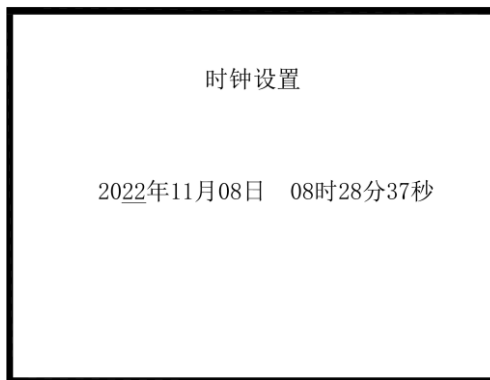

图 5-6
5.9 时钟设置 按“菜单”键，按“4”键→请输入密码 000119→确认，按“◀ ▶”键切换年、月、日、时、分、秒，按“▲ ▼”键更改数字。如图 5-6